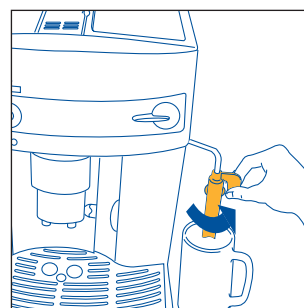

Fig.3
2. Tournez la buse à cappuccino vers l'extérieur, posez une tasse dessous (fig. 3) et mettez la machine en marche en appuyant sur la touche ① (fig.4).
- Tournez la buse à cappuccino vers l'extérieur de la machine (fig. 3).
- Posez une tasse sous la buse à cappuccino (fig. 3)
- Poussez vers l'extérieur la buse à cappuccino (fig. 3)